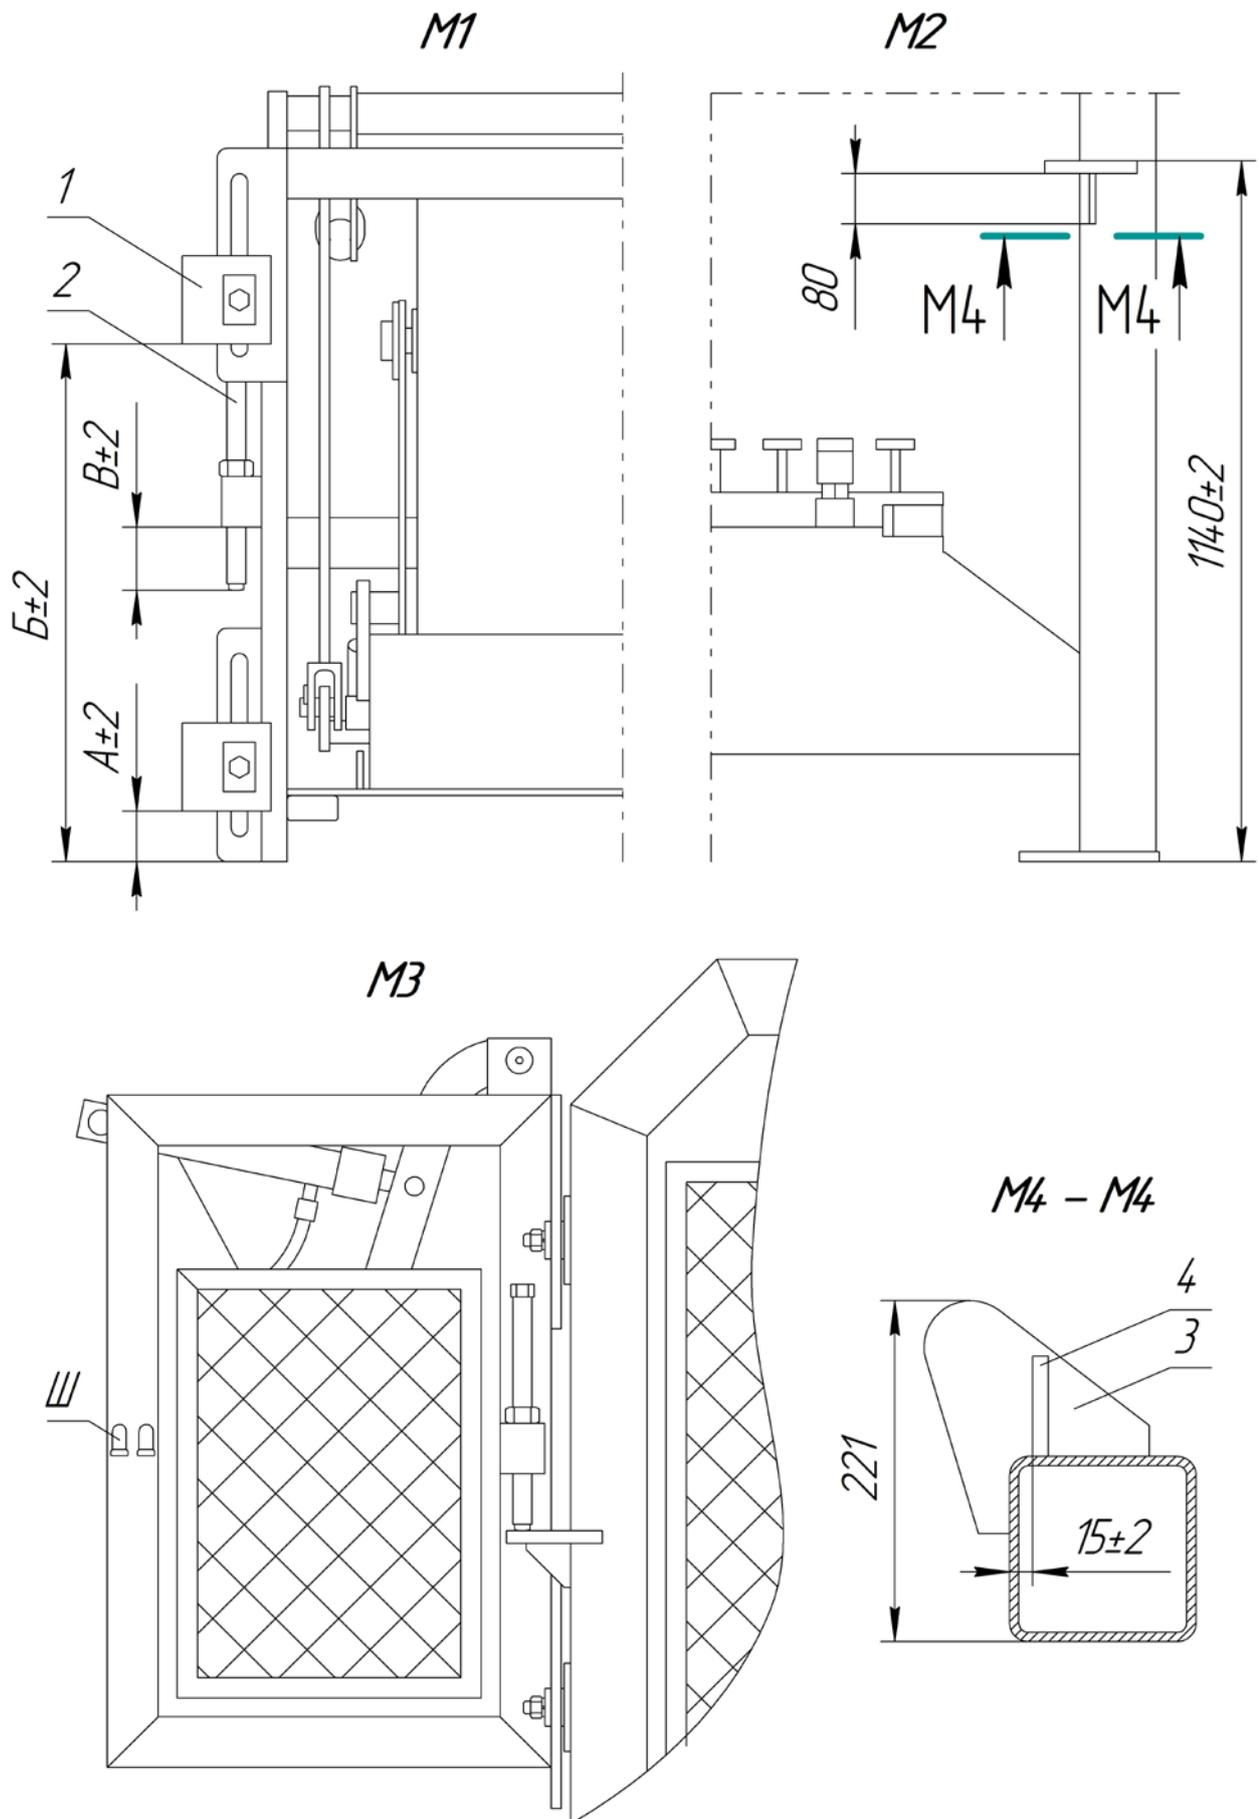

Рисунок 3. Монтаж модуля к вибропрессу «ПОЛЮС» или «БУРАН».
- Установить пластины поз.1 и винты поз.2 согласно вида "М1" (рисунок 3). Размеры выбрать из Таблицы 1 для того изделия, матрица которого имеется у Вас в наличии;
- РВД «А» и «В» пульта модуля присоединить к штуцерам «Ш» (рисунок 3). Неиспользуемые штуцеры с противоположной стороны модуля заглушить;
- РВД «А» и «В» пульты модуля присоединить к штуцерам «Ш» (рисунок 3).